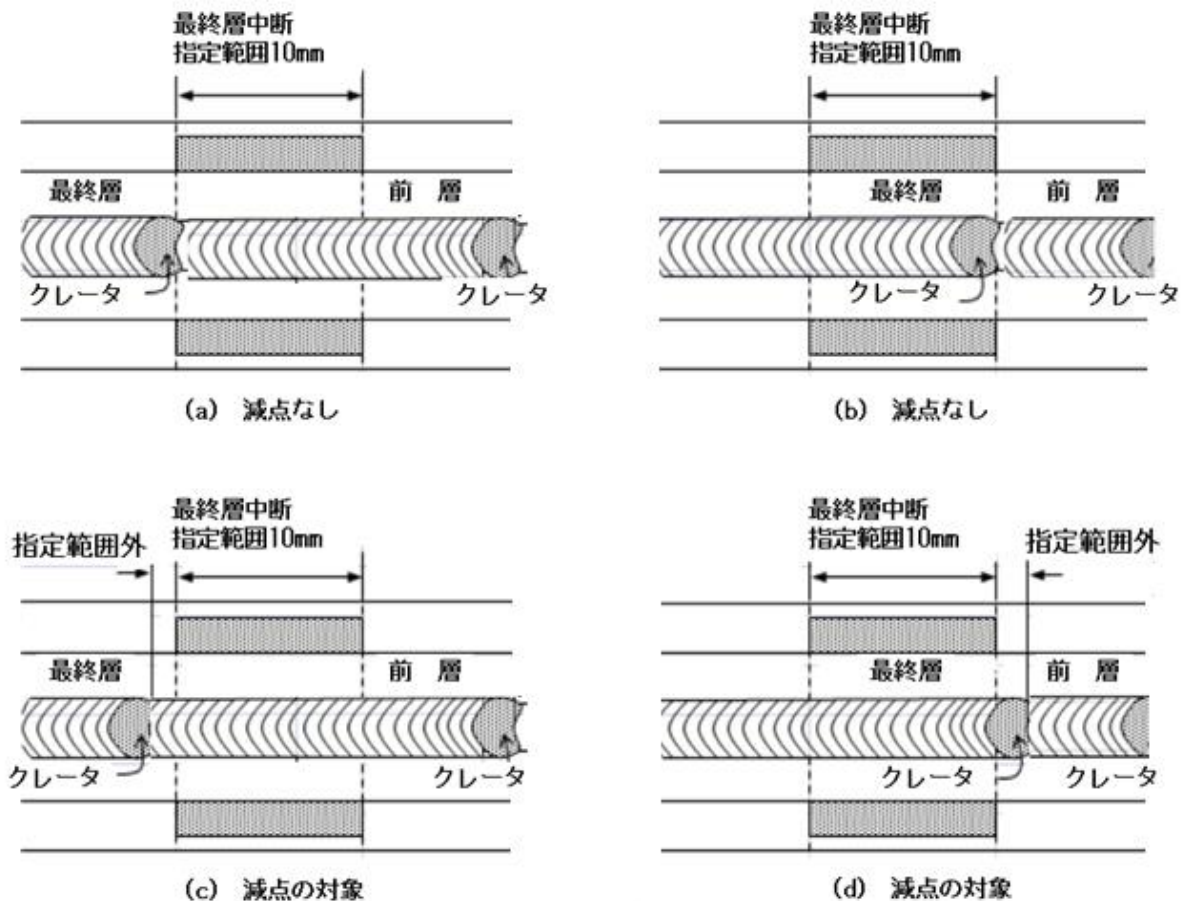

図2 アーク中断位置の定義
- (3) 溶接層数、パス数、溶接方向について
- ① 溶接層数およびパス数は自由。パスの方向も初層から中間層まで自由。
- ② 使用する溶接棒または溶接ワイヤは申告したもの以外は使用できない。
- ③ 競技用材料の最終層の溶接では図2アーク中断位置の定義のように溶接線中央部10mmの指定範囲内でアークを中断し、審査員に申告して確認を受ける。確認後、中断前と同じ方向に溶接を継続する。指定の中断範囲外であると減点対象となる。